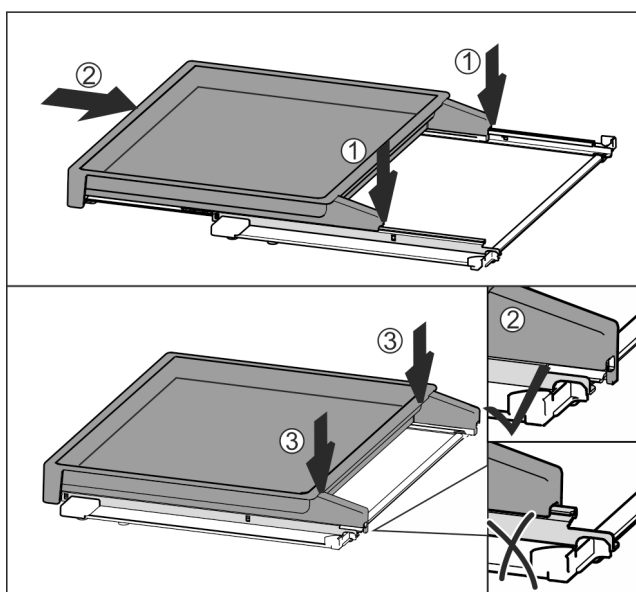

Fig. 79
- ▶ Umieścić centralnie na szynach Fig. 79 (1).
- ▶ Wsunąć całkowicie wysuwaną półkę Fig. 79 (2).
- ▶ Docisnąć z tyłu, aż do słyszalnego zatrzaśnięcia Fig. 79 (3).